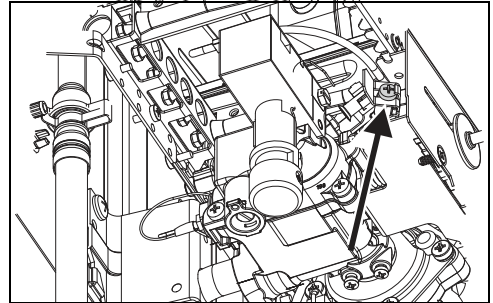

Fig. 14 Vite per regolazione della pressione minima
- ▶ Regolare la pressione mediante la vite (Fig. 14) attenendosi ai dati di pressione esposti nella tabella 6.